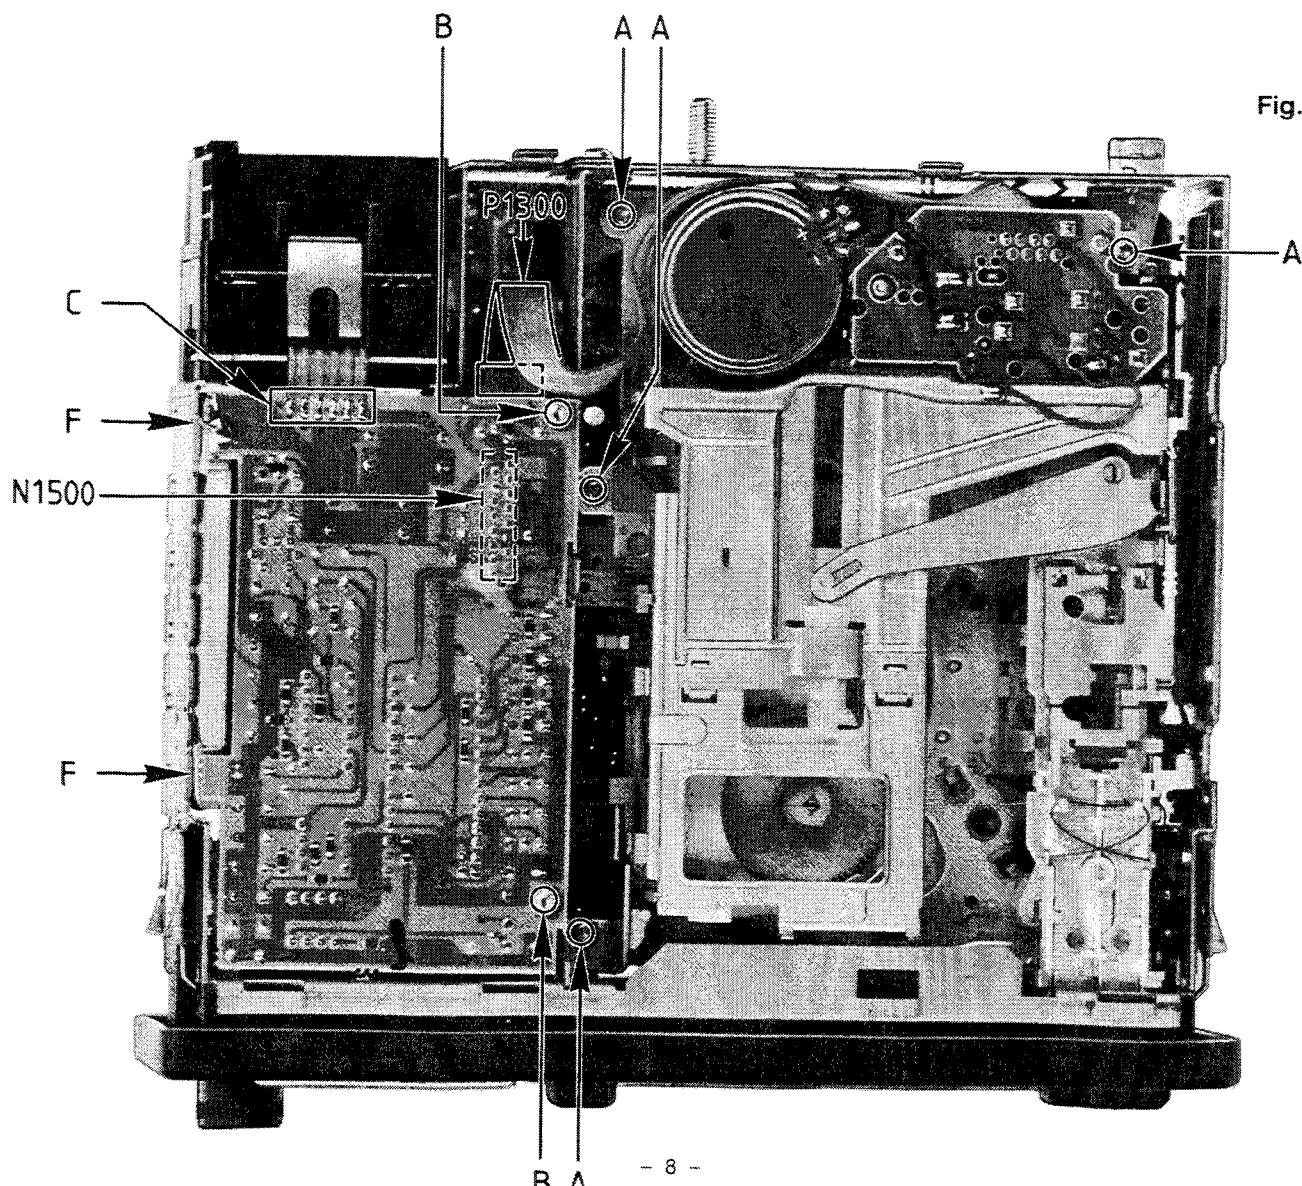

Fig. 7
2. Den Stecker P 1300 abziehen (Fig. 7).
3. Die 4 Schrauben A abschrauben (Fig. 7).
2. Retirer la fiche P 1300 (Fig. 7).
3. Dévisser les quatre vis A (Fig. 7).
2. Pull off plug P 1300 (Fig. 7).
3. Remove the 4 screws A (Fig. 7).
2. Quitar el enchufe P 1300 (Fig. 7).
3. Destornillar los 4 tornillos A (Fig. 7).